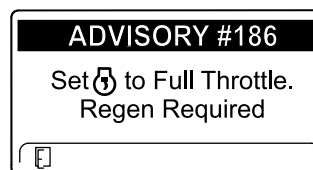

Figura 45
**Nota:** Se la temperatura di scarico del motore è troppo bassa, l'InfoCenter visualizza ADVISORY #186 (Figura 45) per invitarvi a far girare il motore a pieno gas (minima superiore).